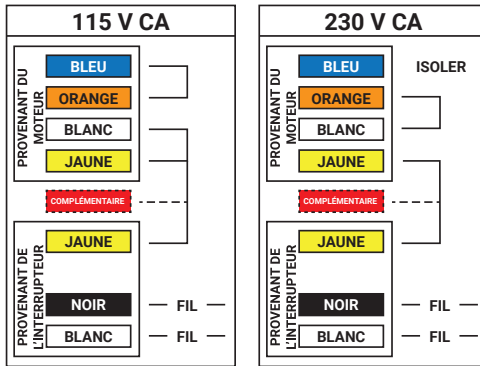

Figure 7a
- En suivant la tension, branchez le moteur aux phases de l'alimentation (voir les figures 7a/7b).
- Placez les câbles à l'intérieur de la boîte de jonction et remplacez le couvercle électrique. Installez les quatre (4) vis.